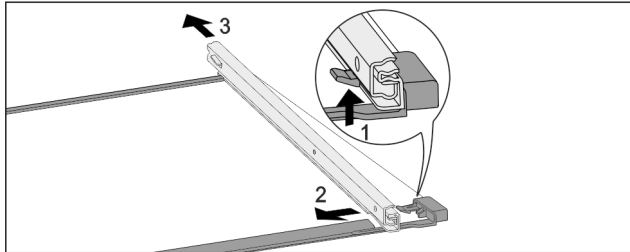

Fig. 235 Ripiano in vetro con guide
- Premere il gancio di fermo anteriore verso l'alto. Fig. 235 (1)
- Far scorrere la guida estraibile di lato Fig. 235 (2) e verso il lato posteriore Fig. 235 (3).